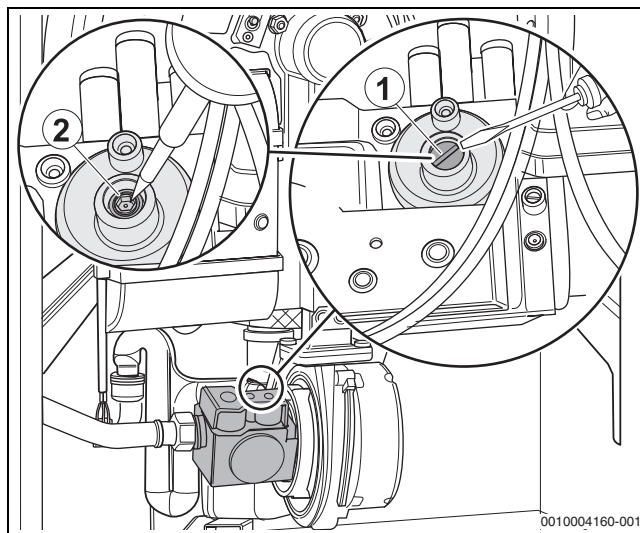

Bild 56 CO₂/O₂-Einstellung bei Teillast vornehmen
- ▶ Abdeckschraube der Teillast-Einstellschraube entfernen (→ Bild 56, [1], Seite 30).
- ▶ Bei CO₂-Werten (Werte in Klammern=O₂-Werte) < 9,0 % (O₂ = 4,9 %) oder > 9,6 % (O₂ = 3,8 %) die Einstellung an der Teillast-Einstellschraube korrigieren (→ Bild 56, [2], Seite 30 und Tabelle 13).